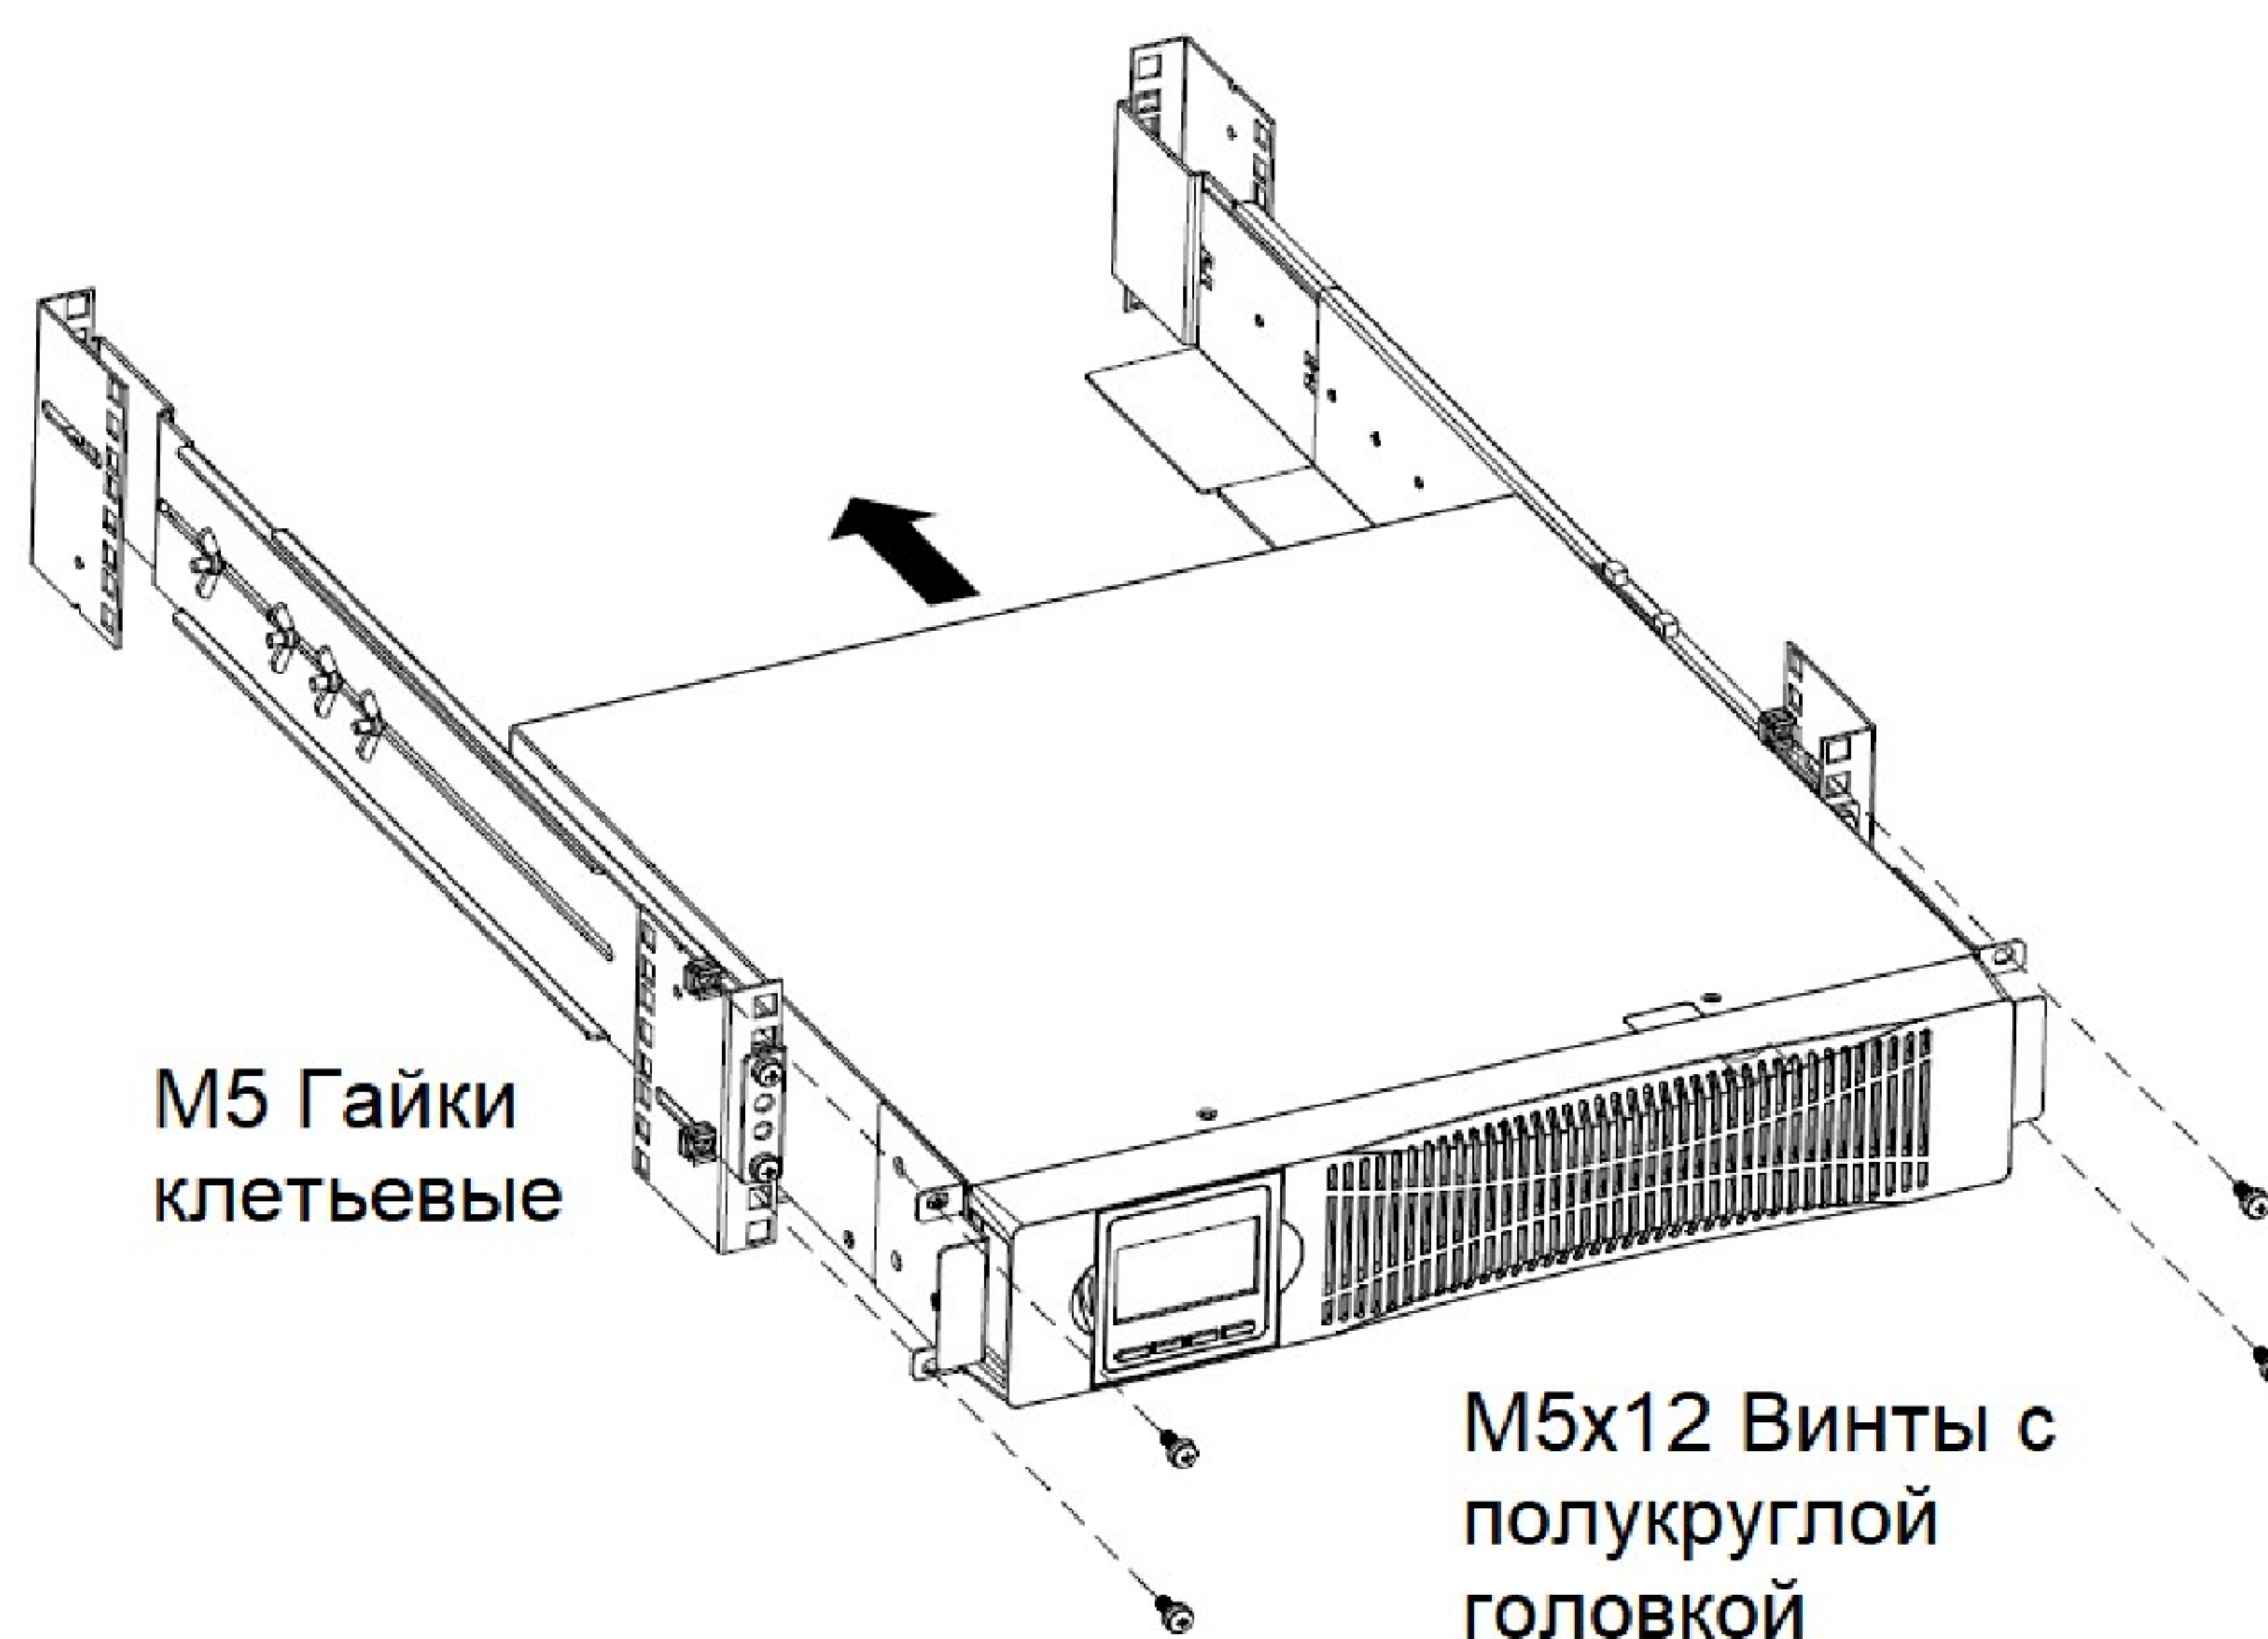

Рис.8 — Установка ИБП в стойку 19"
- 9) Задвиньте ИБП в стойку (см. Рис.8);
- 10) Закрепите ИБП к рельсам с помощью винтов с потайной головкой (см. Рис.8).